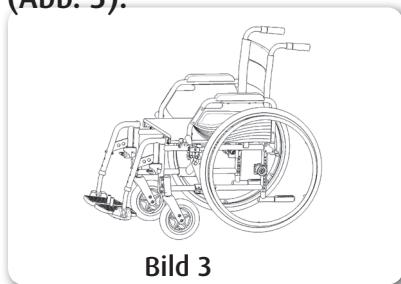
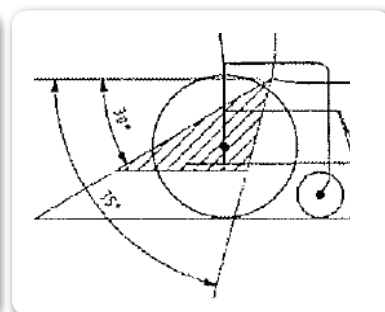

Bild 3
Bild 4
Zuerst die beiden Seitenteile nach hinten wegschwenken. Drehen Sie den Hebel (Abb. 2) nach oben (Abb. 3) und ziehen Sie das Seitenteil aus der Halterung .
7. Montieren Sie die vorderen Gurte des Rollstuhl-Gurtsystems gemäß den Angaben des jeweiligen Herstellers an den angegebenen Positionen am Rollstuhl (Abb. 3). Diese Stellen sind am Rollstuhl mit einem Symbol markiert (Abb. 4).
10. Montieren Sie die hinteren Gurte des Rollstuhl-Gurtsystems gemäß den Angaben des jeweiligen Herstellers an den angegebenen Positionen am Rollstuhl (Abb. 3).
11. Diese Stellen sind am Rollstuhl mit einem Symbol markiert (Abb. 4).